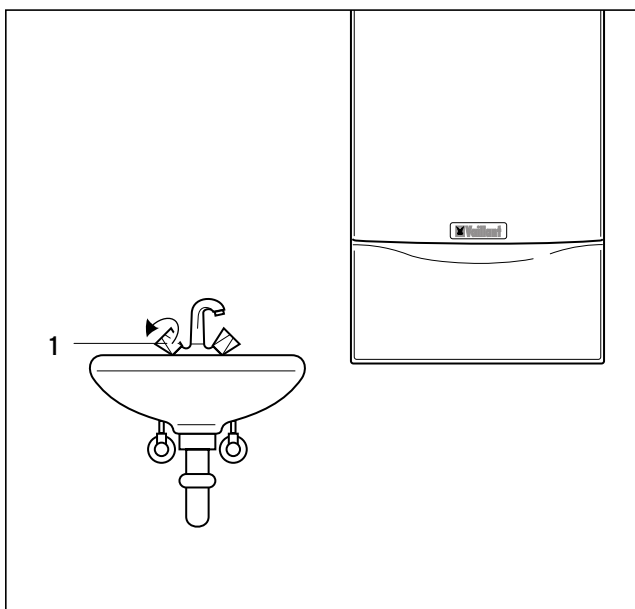

Рис. 3.11 Выполнить забор горячей воды
3.4.2 Отбор горячей воды (рис. 3.11)